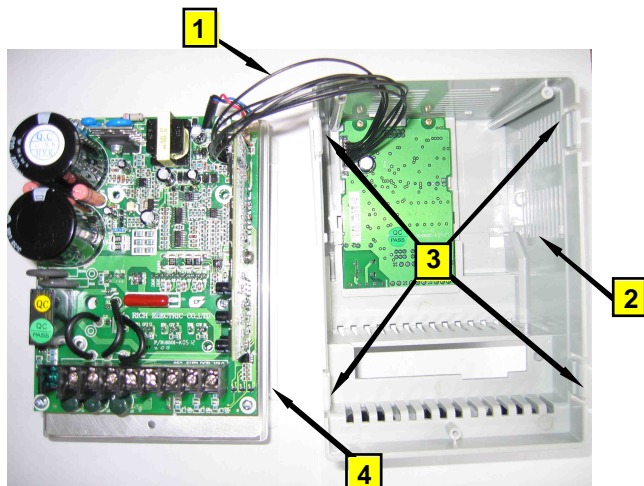

Рис. 7.5
7.6.1. Установить шлейф ЦП 1(рис. 7.5).
7.6.2. Установить верхнюю часть корпуса 2 в сборе с платой ЦП, приложив рукой усилие перпендикулярное плоскости стола вниз до щелчка, при этом четыре фиксатора 3 с двух сторон должны войти в отбортовку радиатора 4(рис. 7.5).